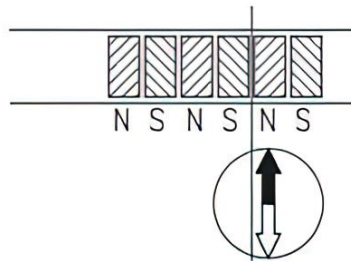

图 5-1: 极位的确定, 切割磁条
- 3: 如果有必要，使用罗盘针确定磁条上磁极的位置(见图 5-1)；